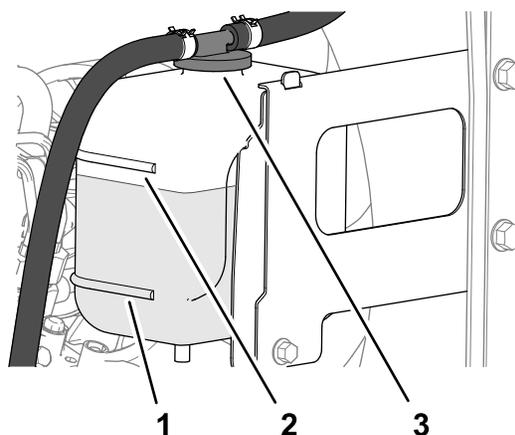

Рисунок 104
3. Проверьте уровень охлаждающей жидкости в расширительном бачке (Рисунок 104).